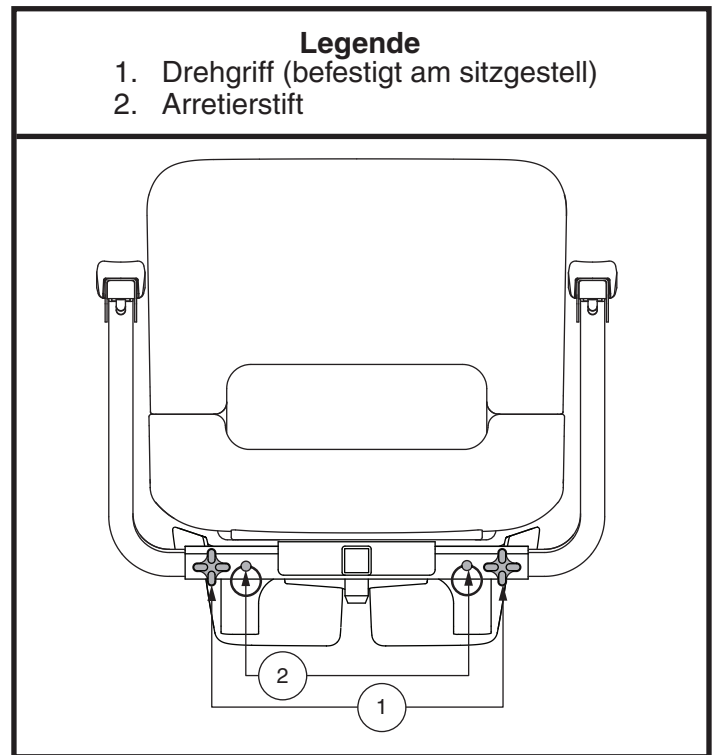

Abb. 9. Einstellung Armlehnenabstand
1. Ergreifen Sie die beiden Armlehnenrehgriffe an jeder Seite des Armlehnenträgers. **Siehe Abb. 9.**